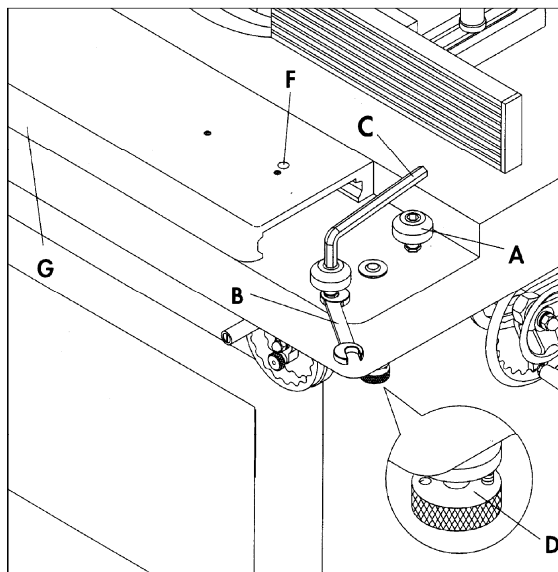

Рисунок 24
На каретке имеется шесть эксцентриковых роликов (А, рис. 24). Если каретка движется не стабильно или не по прямой, отрегулируйте ее следующим образом:
1. Ослабьте ролик (А, рис. 24) при помощи торцевого шестигранного ключа (С, рис. 24).
2. При помощи рожкового ключа (В, рис. 24) поверните ролики, как требуется.
3. При помощи торцевого ключа (С, рис. 24) закрепите настройку ролика.
Чтобы работать с кареткой (F, рис. 24) потяните вниз ручку с насечками (D, рис. 24) и поверните ее на 180 градусов, пока в отверстие на противоположной стороне не войдет штифт. Теперь каретку можно перемещать вперед-назад.
Чтобы закрепить каретку в центральном положении, переместите ее заподлицо с основным столом. Потяните вниз ручку с насечками (D, рис. 24) и поверните ее на 180 градусов, пока она не войдет в зацепление со штифтом.